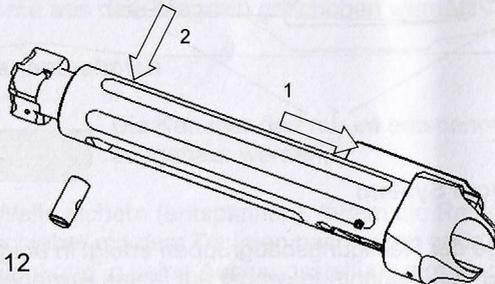

Bild 12
- Schieber ca. 5 mm zurück bewegen (1) bis der Steuerbolzen gegenüber der Bohrung ankommt (Bild 12)
- Steuerbolzen von der Gegenseite herausschieben (2)